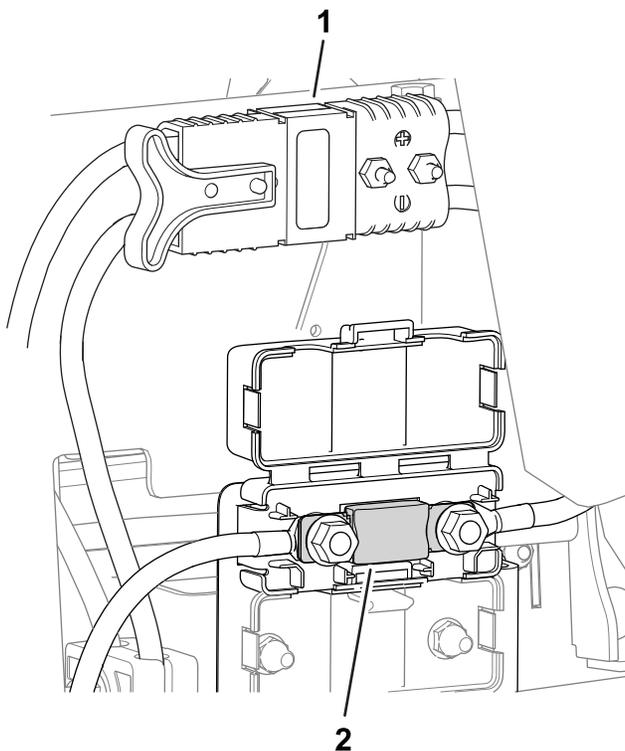

Figura 45
- O fusível do sistema elétrico encontra-se por baixo dos conectores de alimentação (Figura 45).